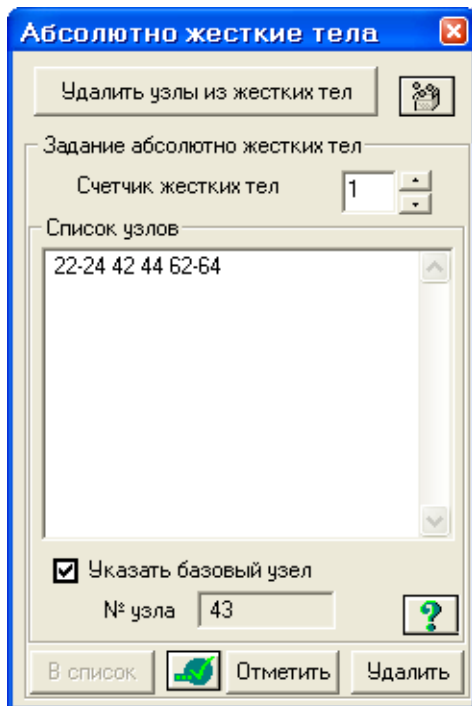

Рис.9.7. Диалоговое окно **Абсолютно жесткие тела**
- Затем щелкните по кнопке  – **Применить** (рис.9.7).